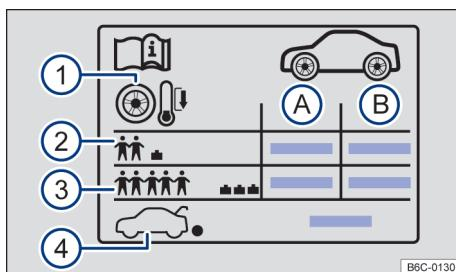

Fig. 157 Etiqueta com as pressões dos pneus.
→ **Fig. 157:**
- Adequar a pressão dos pneus sempre à condição de carga do veículo → Fig. 157 ③.